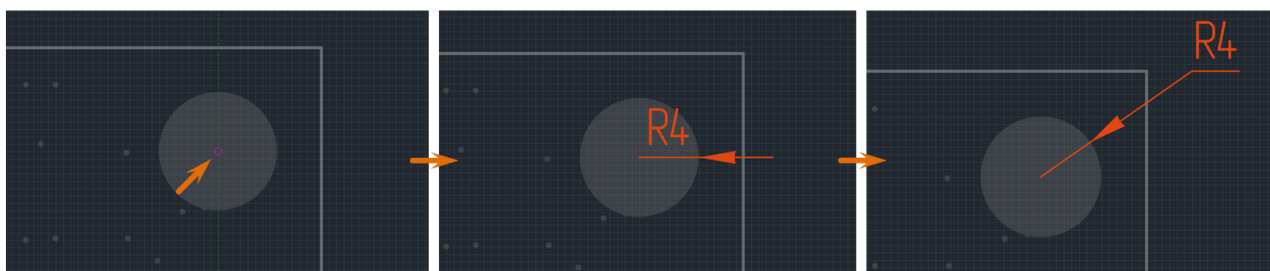

Рис. 296 Размещение радиальной размерной линии
4. Укажите границу измерения, переместите курсор, установите длину и направление выносной линии, см. Рис. 296. Возможный вид размерной линии будет отображаться на экране.